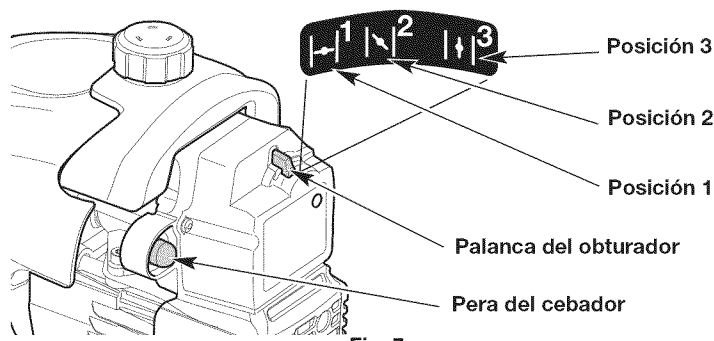

Fig. 7
3. Oprima y suelte despacio la pera del cebador **10 veces** (Fig. 7). Si no se ve combustible en la pera del cebador, oprima y suelte la pera hasta que se vea el combustible.
4. Mueva la palanca del obturador a la **Posición 1** (Fig. 7).
7. Siga apretando el control del regulador. Mueva la palanca del obturador a la **Posición 2** (Fig. 7).
10. Siga apretando el control del regulador. Mueva la palanca del obturador a la **Posición 3** (Fig. 7) y siga calentando el motor otros 60 segundos. La unidad se puede usar en este momento.
**SI...** el motor falla, mueva de nuevo la palanca del obturador a la **Posición 2** (Fig. 7) y siga calentándolo.